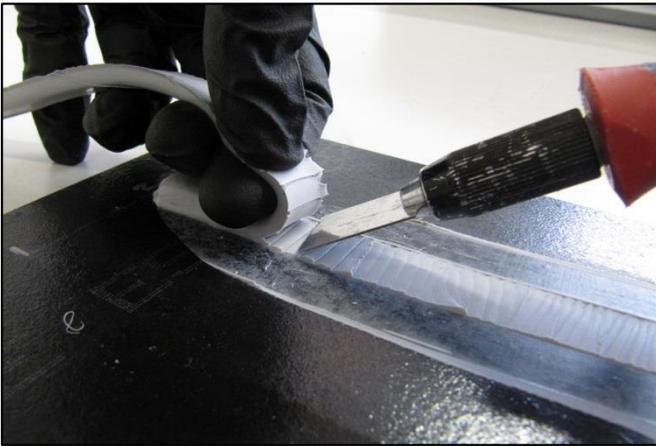

Abbildung 13: Raupenschältest
6. Wenn das ausgehärtete Silikon nicht abgetrennt werden kann, das Messer verwenden, um weiterhin mehrmals alle paar Millimeter in einem Winkel von 45° bis auf den Untergrund einzuschneiden, während die Raupe weiterhin abgezogen wird (siehe Abbildung 13).